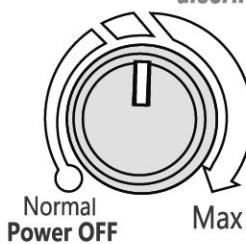

Fig.15
- Indstil knappen DISCRIMINATION til en position omkring "kl. 12:00" (Fig. 15). Justér balancen, så detektoren afgiver en summetone, og displayet viser "0".